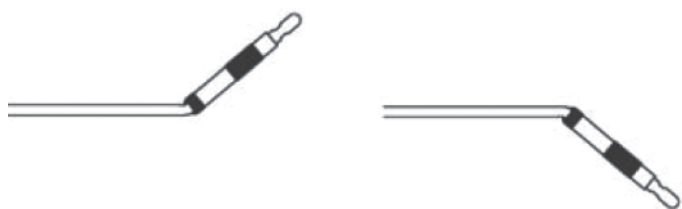

Figura 6
- b. A continuación, enderece el elemento empujador de administración de implante, continúe flexionando y enderezando hasta que la línea del elemento empujador se abra, dejando expuesto el elemento de liberación (figura 6).